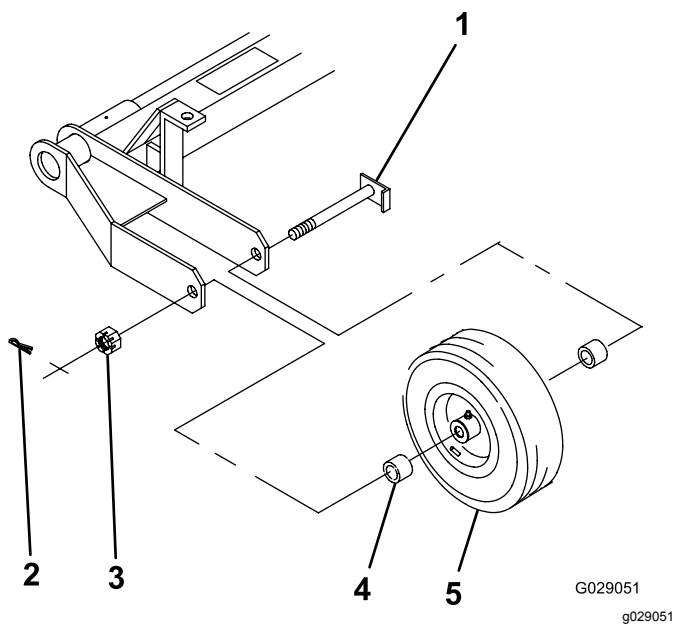

Figure 3
1. Insérez la roue et les 2 douilles d'écartement (1 de chaque côté du moyeu) entre le cadre, comme montré à la Figure 3.
2. Insérez l'arbre de roue dans le cadre, les douilles d'écartement et la roue (Figure 3).
3. Vissez l'écrou crénelé sur l'arbre de roue (Figure 3) et serrez-le à un couple de 8 à 20 N·m.
7. Reposez la goupille fendue (Figure 3).